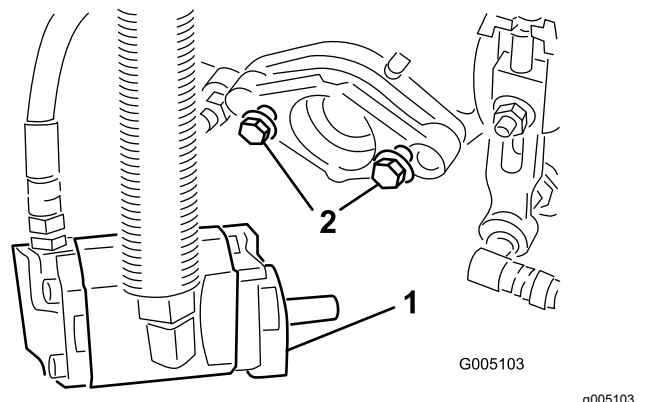

図 9
- 6. リールモータ取り付けボルトのねじの頭が、それぞれおよそ 13 mm 突き出した状態になるようにすること 図 9。
- 9. 取り付けボルトを締め付ける 図 9。